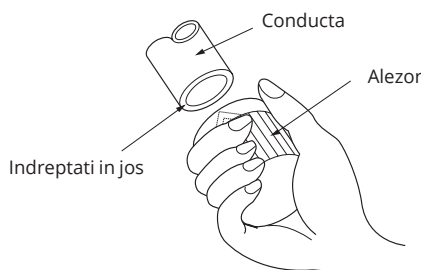

**Fig. 7.3**
1. Asigurati-va ca unghiul de taiere este de 90°, perfect. Consultati fig. 7.3 pentru exemple de taiere imperfecta.